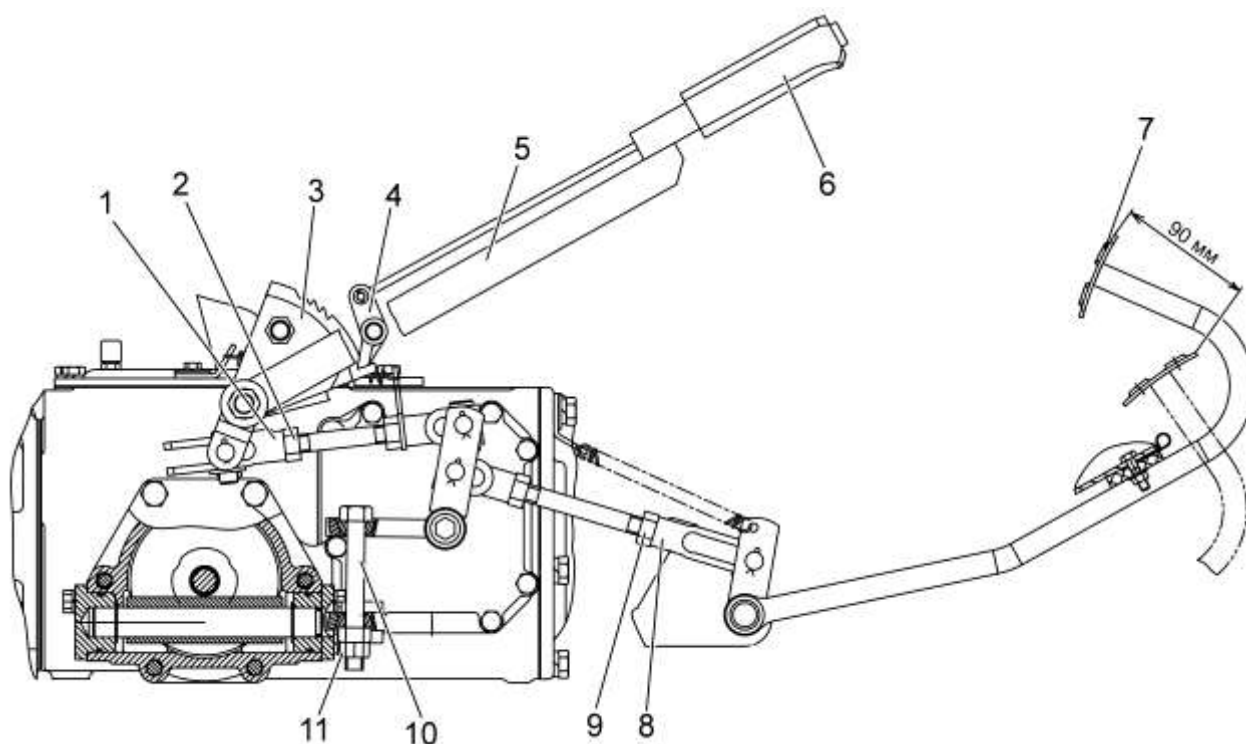

Рисунок 3.2.1 – Регулировка управления рабочими тормозами
- отверните контргайки 9 и 11 (рисунок 3.2.1) вилки 8 и болта 10;
При перемещении рукоятки 6 рычага 5 (рисунок 3.2.1) вверх (на себя) с усилием от 180 до 220 Н фиксатор 4 должен устанавливаться на первый или второй зуб сектора 3 и надежно фиксировать рычаг в этом положении.
- установите рычаг управления стояночным тормозом 5 (рисунок 3.2.1) в крайнее нижнее положение;